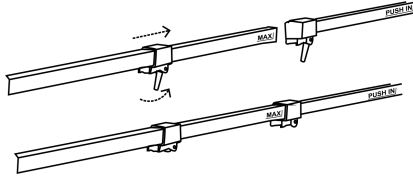

Fig.3
2. Abra la hebilla del vástago central e inserte el vástago inferior en el vástago central. Ajuste la longitud con la que el vástago inferior se inserta en el vástago central y fije la hebilla. (Ver Fig.3)